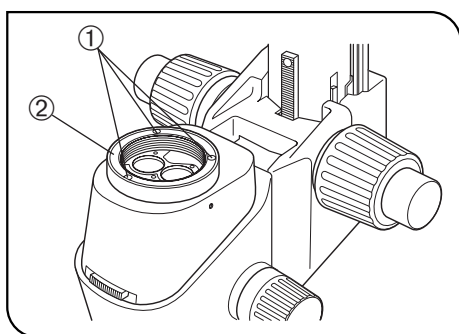

Fig. 27
3. Plocka bort objektivet från zoommikroskopkroppen och ta därefter bort objektivfästet ② genom att lossa de tre låsskruvarna ① med den bifogade insexnyckeln (för M3 skruvar). (Fig. 27)